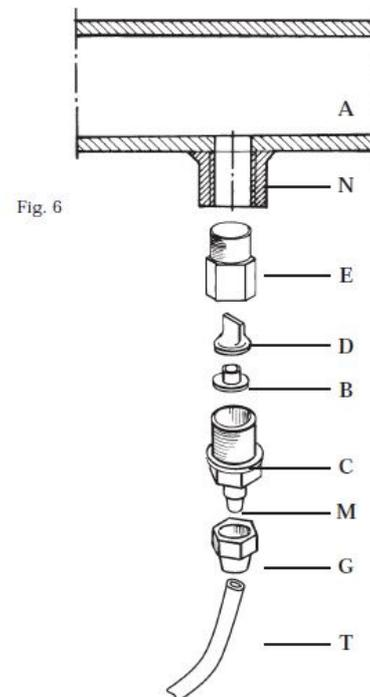

Fig. 6
g. - Instalar na tubulação do sistema a ser tratado, no ponto mais adequado para injeção do produto a ser dosado, uma luva 3/8" gás fêmea (ou 1/2" e usar um nipple redutor). Tal luva não é inclusa no nosso fornecimento. Instalar a válvula de injeção na luva, utilizando como vedação fita de Teflon (Fig. 6). Conectar a mangueira no espigão cônico da válvula de injeção e fixá-la com a respectiva porca-trava G. A válvula de injeção é também válvula anti-retorno.
3.1 - ESQUEMA DE MONTAGEM DA VÁLVULA DE INJEÇÃO (Fig. 6)